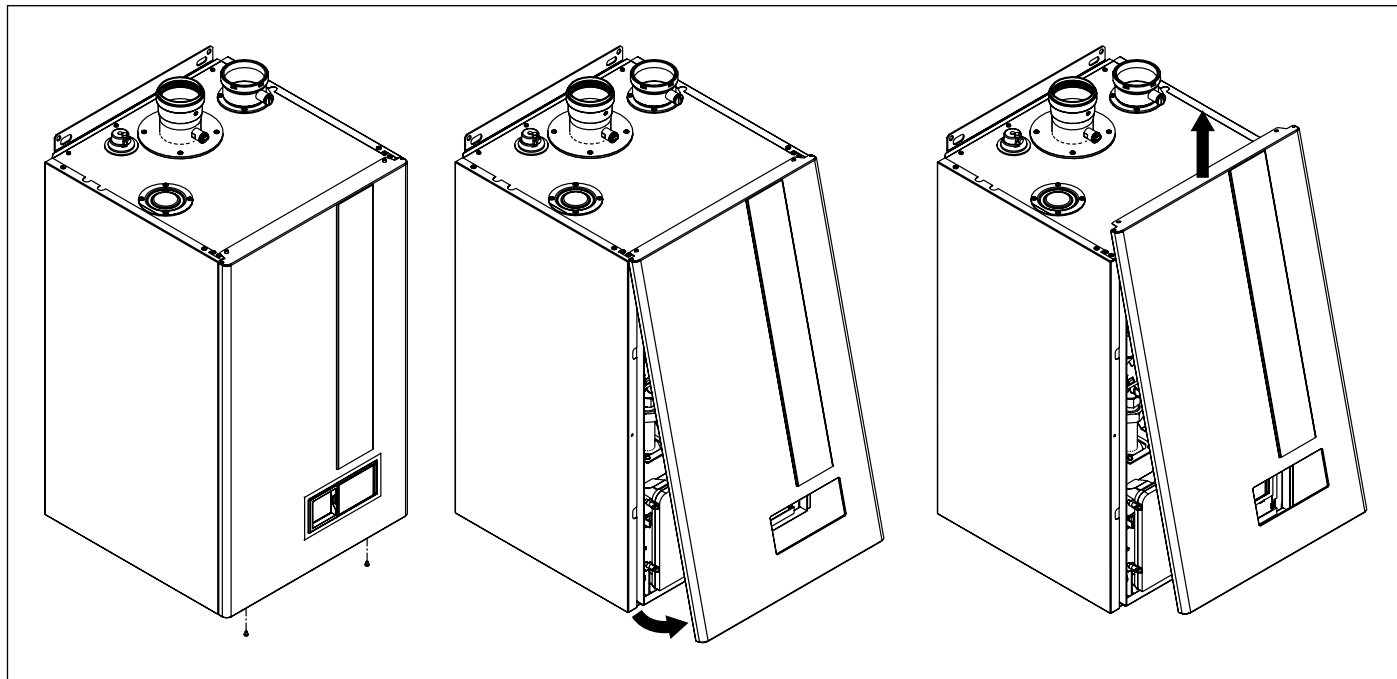

Fig. 28 Abertura do revestimento
- Retire o revestimento frontal da caldeira (veja Fig. 28 Abertura do revestimento).